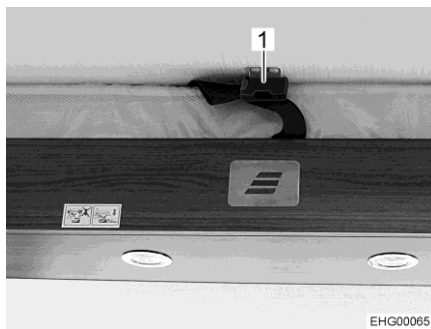

Bild 91 Säkerhetsrem
- Lossa säkerhetsremmen (Bild 91,1).
- Stäng säkerhetsremmen (Bild 91,1).